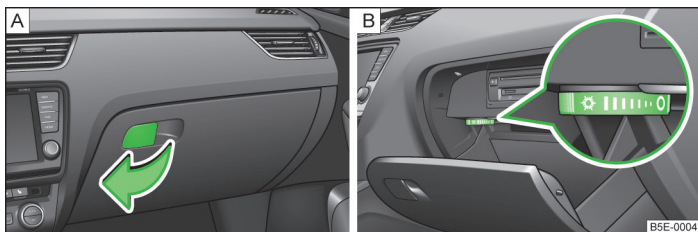

Abb. 69 Ablagefach öffnen / Kühlung des Ablagefachs bedienen
- Den Griff der Klappe in Pfeilrichtung ziehen » Abb. 69 -  und die Klappe herunterklappen.
- Mit dem Drehschalter » Abb. 69 -  wird die Luftzufuhr geöffnet bzw. verschlossen.